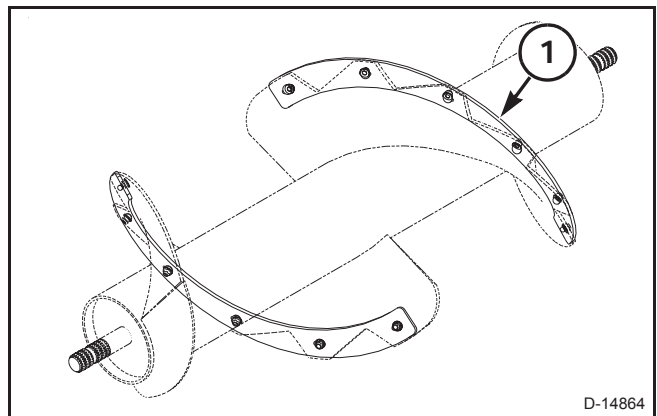

FIG. 43
FIG. 43: Las boquillas de abastecimiento (1) pueden ser instaladas como necesario en el caracol central. Instale las boquillas para mejorar el abastecimiento en plantaciones que se enrollan alrededor del caracol.